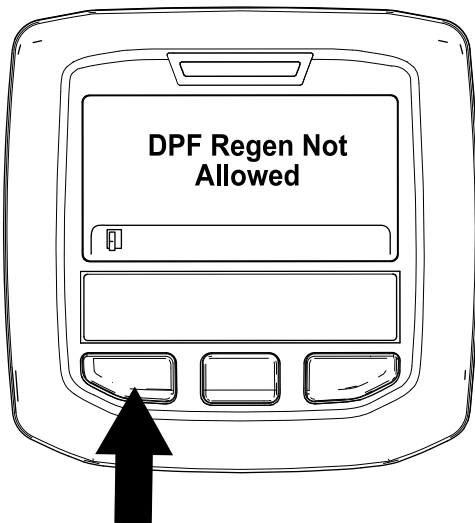

Figura 57
- Se il processo di rigenerazione non è consentito dal computer del motore, viene visualizzato il messaggio "DPF Regen Not Allowed" (Rigen. FAP non consentita) nell'InfoCenter (Figura 57). Premete il pulsante sinistro per uscire e tornare alla schermata Home.